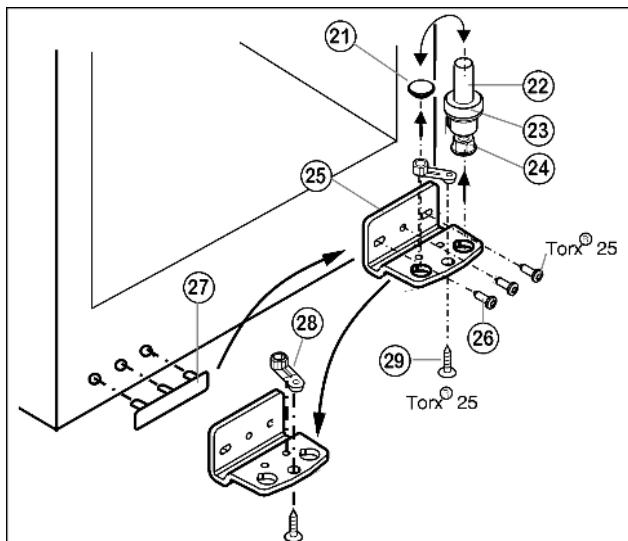

Fig. 6
- Извлеките опорный винт Fig. 6 (22) в комплекте с шайбой Fig. 6 (23) и регулируемой опорой Fig. 6 (24), вытягивая его вверх.
- Снимите пробку Fig. 6 (21).
- Открутите Fig. 6 (26) опорный кронштейн Fig. 6 (25).
- Открутите Fig. 6 (29) опорную деталь Fig. 6 (28) и, перевставив в отверстие на противоположной стороне опорного кронштейна, снова прикрутите.
- Осторожно снимите и переставьте на противоположную сторону крышку со стороны ручки Fig. 6 (27).
- Снова прикрутите опорный кронштейн Fig. 6 (25) на новой стороне шарнира (**с моментом 4 Нм**). При необходимости используйте аккумуляторный шуруповёрт.
- Переставьте пробку Fig. 6 (21) в свободное отверстие.
- Вновь установите опорный винт Fig. 6 (22) в комплекте с шайбой и регулируемой опорой. При этом фиксатор должен быть направлен назад.
- ▶ Установите дверцу сверху на нижний опорный палец Fig. 6 (22).
- ▶ Установите верхний опорный кронштейн (12) на новой стороне шарнира и защелкните в дверце.
- ▶ Прикрутите верхний опорный кронштейн (12) (**с моментом 4 Нм**) (2 шт. Torx® 25) (13). При необходимости проделайте отверстия или используйте аккумуляторную отвертку.
- ▶ Защёлкните крышку (10) и крышку (11) на противоположной стороне.
- ▶ При необходимости выровняйте дверцы через два продольных паза в нижнем опорном кронштейне Fig. 6 (25) параллельно корпусу устройства. Для этого выкрутите средний винт.